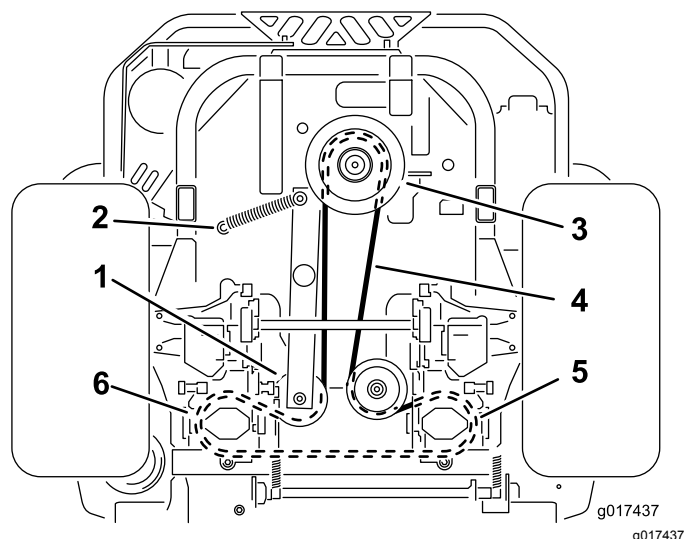

Figura 64
4. Levante la máquina y apóyela sobre gatos fijos (Figura 64).
6. Retire el muelle tensor del espárrago (Figura 64).